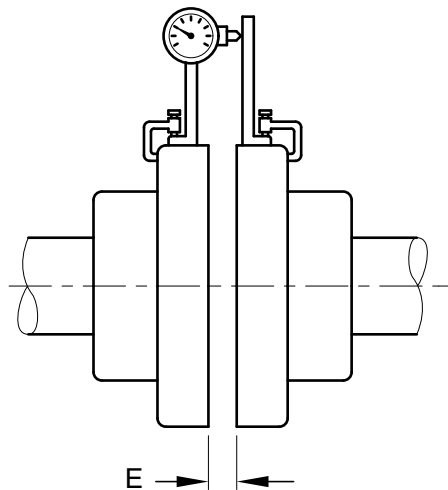

Figura 7: Medição axial (deslocamento lateral angular)
4.2.3.1 Medição axial (Figura 7)